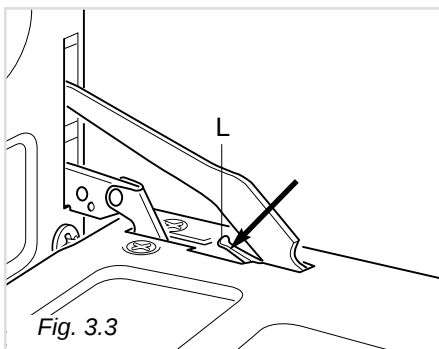

Fig. 3.3
- Spingere in basso la levetta di aggancio "L" (fig. 3.3) e mantenendola in questa posizione richiudere dolcemente la porta per ottenere il blocco della cerniera.